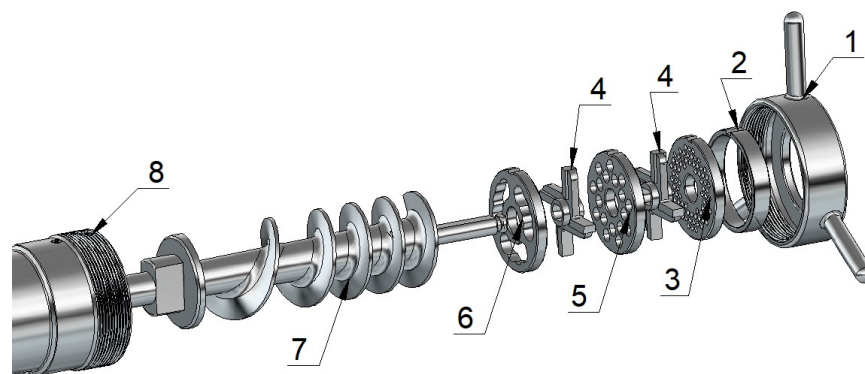

Рис. 5 Порядок установки подающего шнека, решеток и ножей
7.1.7. Установка горловины, подающего шнека, решеток и ножей в рабочее положение производится в обратной последовательности. При этом необходимо следить, чтобы край кольца (2) выступал на 2...4 мм за край горловины, а ножи и решетки были установлены в строго определенном порядке (рис. 5).